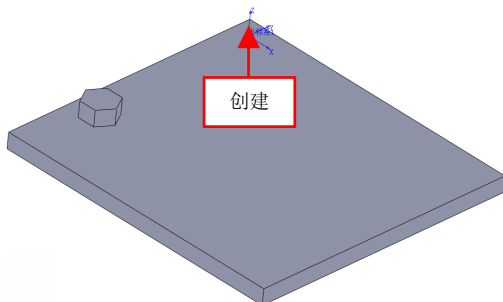

图 6-63 创建坐标系对象
(3) 单击【确定】按钮，在绘图区中，创建坐标系对象，如图 6-63 所示。